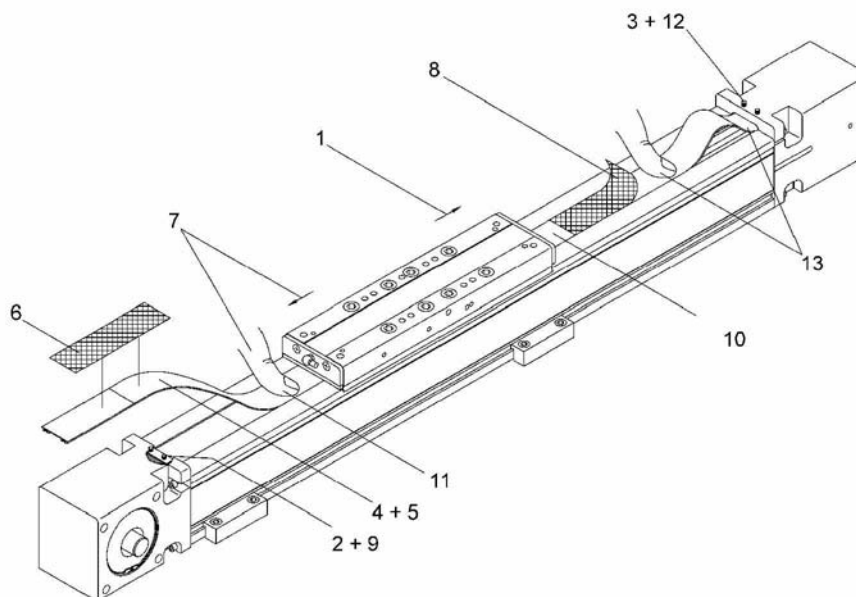

Figura 8:
1. **Figura 8:** Fare avanzare la slitta fino alla posizione posteriore di finecorsa (lato cuscinetto mobile).